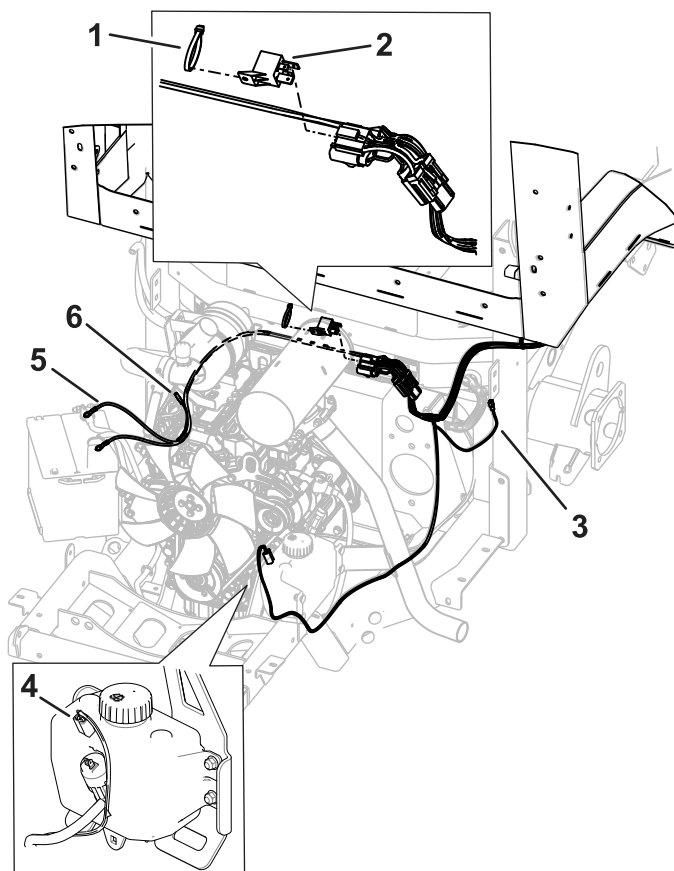

Рисунок 29
6. Установите разъем на гидравлический бак (Рисунок 29).
7. Вставьте разъем, показанный на Рисунок 29, в главный жгут проводов машины.
1. Проложите жгут проводов вдоль рамы машины (Рисунок 29).